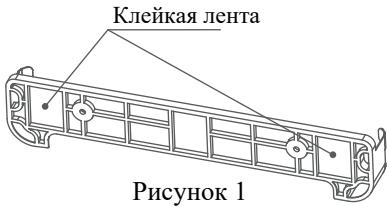

Рисунок 1
- 1. Снимите защитную плёнку с клейкой ленты на задней стороне основания пульта. (см. рис. 1)